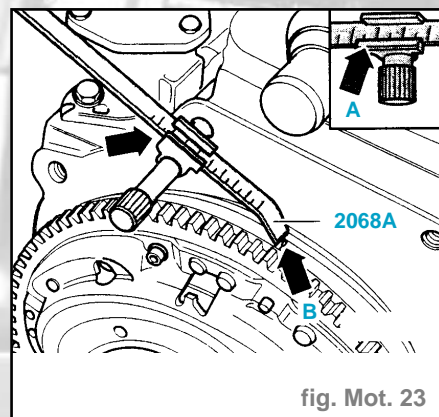

fig. Mot. 23
- Visser le dispositif de réglage **2068 A** comme indiqué ci-contre (fig. mot. 23).